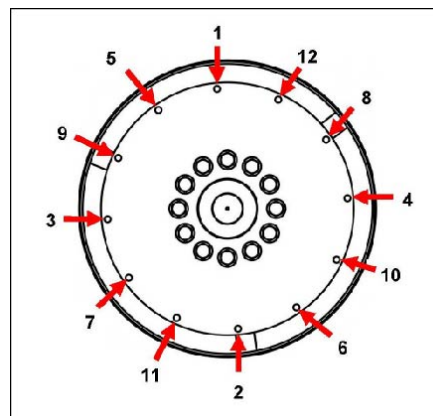

図 20. 固定手順
10. アラインメント ダウエルを取り外します。肉厚ワッシャーをヘッドの下で使用して、カップリング ボルトを取り付けます。表示の順番で、ボルトを締め付けて、カップリング ディスクをフライホイールに固定します 図 20 ページ 39。